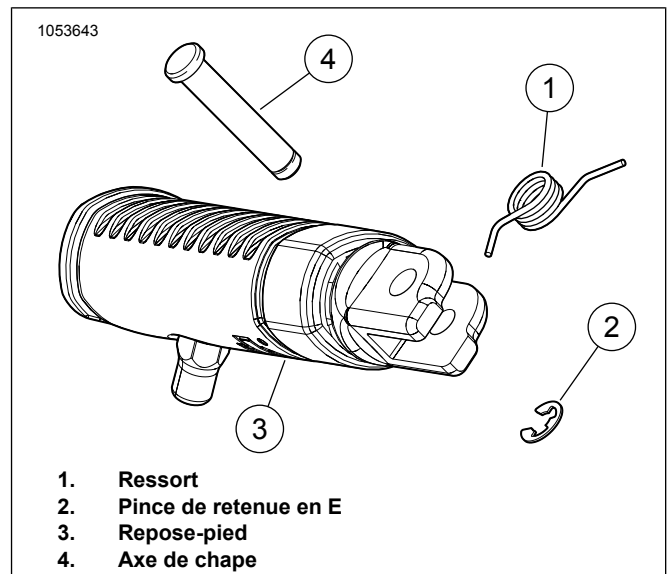

Figure 4. Installation du ressort de torsion du repose-pied conducteur
4. Voir la Figure 4. Insérer la patte courte du ressort (1) dans le trou du repose-pied (3).